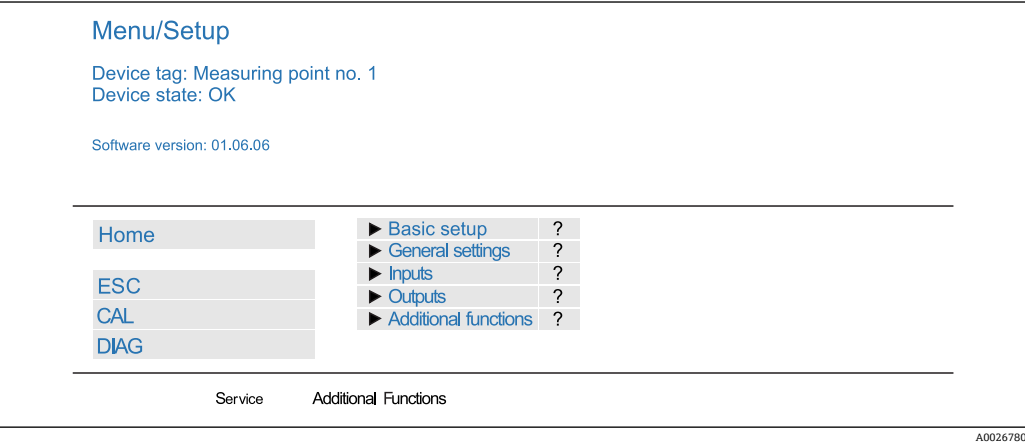

图 74 网页服务器示例 (菜单/语言=英文)
3. ▶验证结果（快速显示并输出至 SD 卡中）或附加功能（下级菜单→ 图 74）。